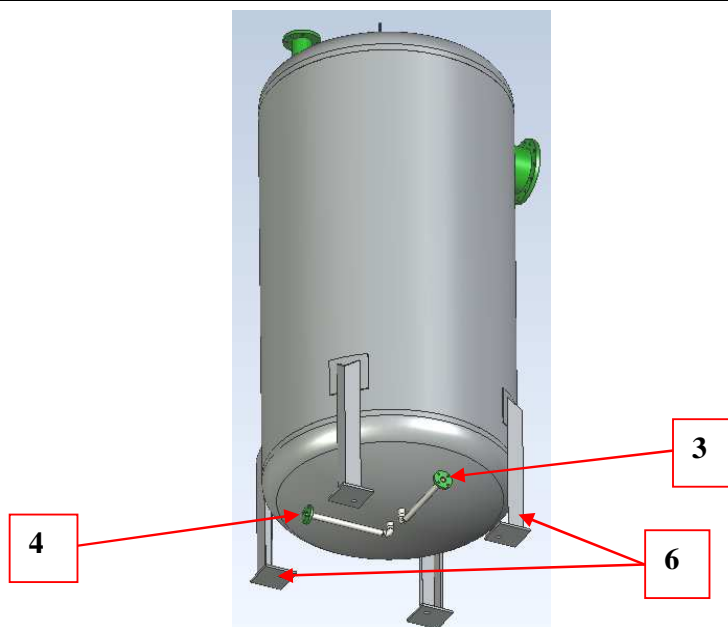

Рисунок 3: Бак отделения масла и газов с фланцами, вид снизу
- **Опора бака отделения масла и газов** – конструкция бака должна предусматривать точки крепления к земле с помощью болтов диаметром не менее 24 мм. См. позицию 6, рис. 3.
- **Подъемные выступы** – бак должен быть снабжен подъемными выступами, расположенными на равном расстоянии друг от друга, для обеспечения транспортировки бака с помощью крана. Выступы должны выдерживать вес бака. См. позицию 5, рис. 3.
- **Сливная пробка/вентиль** – бак должен иметь герметичную масляную пробку или вентиль, позволяющую полностью слить масло из бака. См. позицию 4, рис. 3.